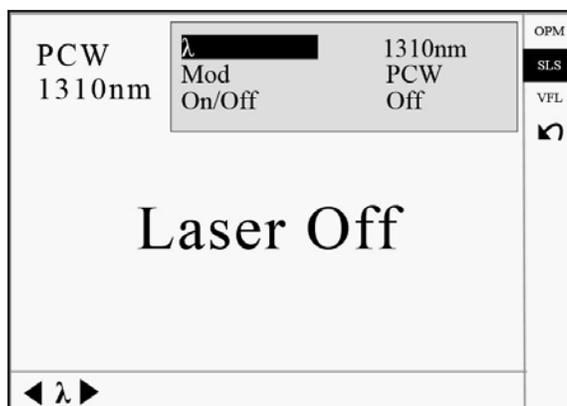

Figura 4-12. Configuración de fuente láser estabilizada
2. Utilice ◀ y ▶ para alternar entre longitudes de onda SLS que funcionan. Presione **Enter** (Ingresar) para ingresar a la interfaz de configuración de SLS (figura 4-12).